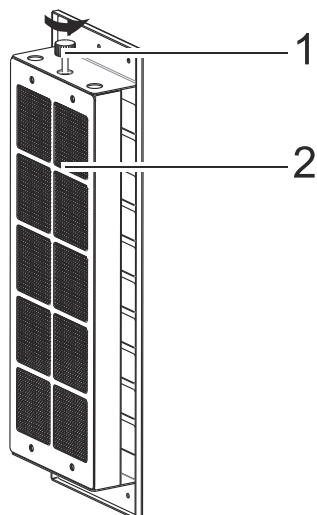

Fig. 4
2. ➡ Montera av ramen runt kolfiltret genom att lossa skruven (Fig. 4).